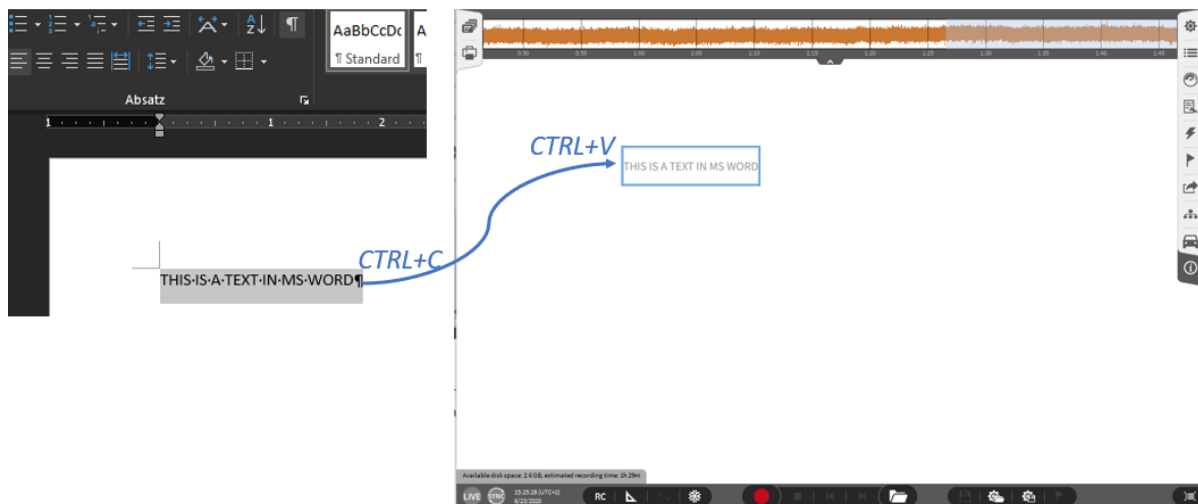

Abb. 8.101: Einfügen eines Textabschnitts auf den Messbildschirm
**Bemerkung:** Ein Textabschnitt kann ebenfalls direkt auf den OXYGEN Messbildschirm kopiert und eingefügt werden (siehe Abb. 8.101).